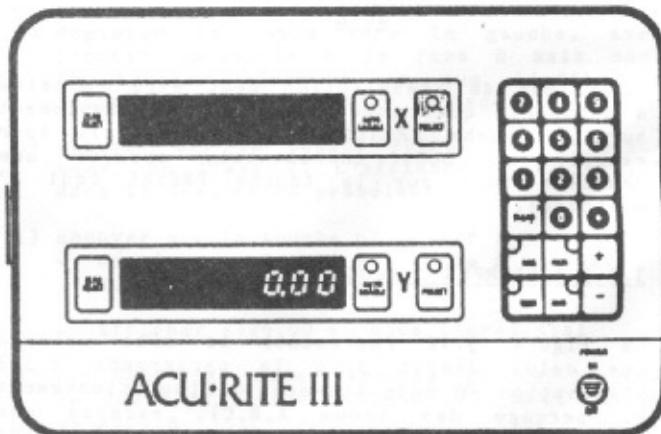

Figure 3.9 Position du compteur : effacement de la présélection et affichage
- d) appuyer sur la touche CLEAR pour effacer toute valeur déjà dans la mémoire de présélection. L'affichage n'indiquera plus rien sauf le point décimal (voir Figure 3.9)